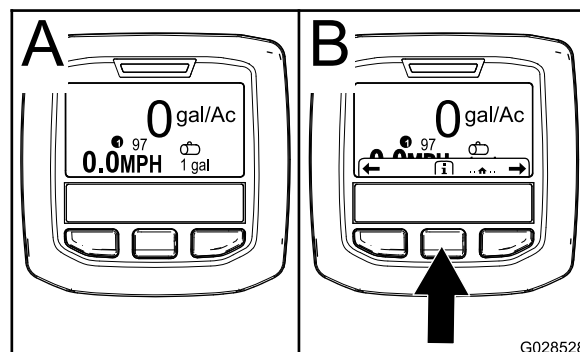

Figura 59
2. Após cerca de 15 segundos, surge o ecrã inicial. Carregue no botão de seleção central para visualizar o contexto da informação (Figura 59).